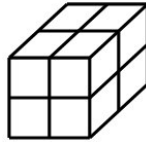

Abbildung 1: 2x2x2-Würfel
a) Weisen Sie anschließend jeder Würfelzelle aus Abbildung 1 und 2 eine eindeutige Nummer zu, indem Sie hierzu die Formel zur multidimensionalen Array-Speicherung verwenden.